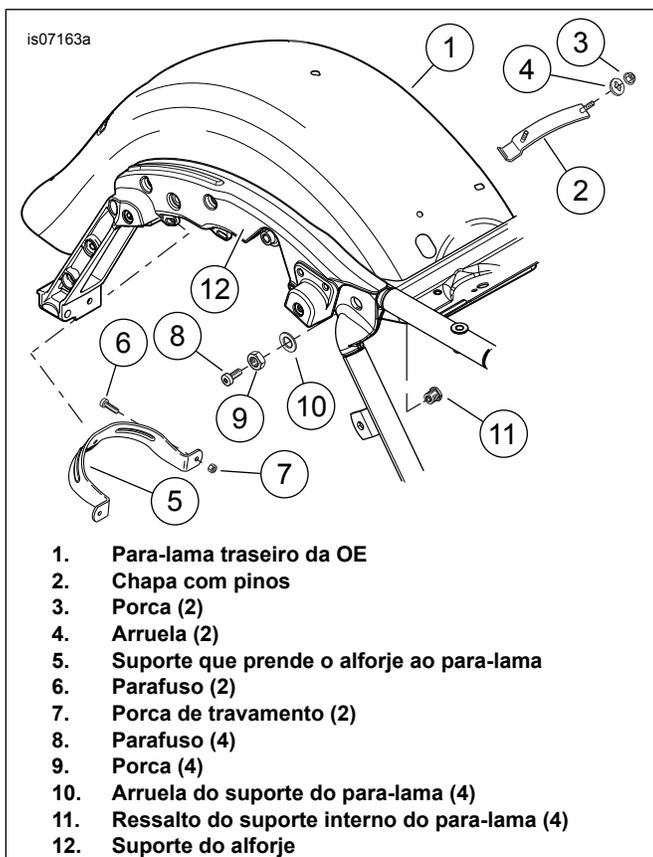

Figura 1. Remoção de itens do para-lama traseiro
2. Veja a figura 1. Remova os seguintes itens do para-lama da Equipamento original (OE) (1). Coloque de lado para instalação posterior no **novo** para-lama:
- a. a placa com prisioneiros (2), duas porcas (3) e duas arruelas (4) na frente do para-lama.
- b. o suporte que prende o alforje ao para-lama (5), dois parafusos (6) e duas porcas de travamento (7) na parte de trás do para-lama.
- c. Suportes do alforje (12).
1. Veja a figura 1. Instale um **novo** ressalto de montagem do para-lama (11) a partir de dentro, passando por um dos quatro furos nas laterais do para-lama.
2. Coloque uma arruela (10) nas roscas do ressalto e aperte com uma porca (9). Aperte.